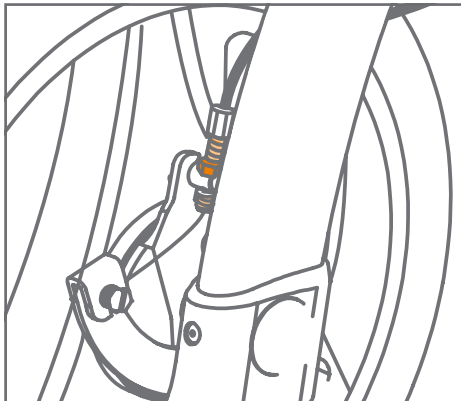

Abbildung 72: Einstellung der Bremse über den Sicherungsring (dunkelorange) und die Einstellschraube.
- b. Bleiben Sie beim Einstellen der Bremsen auf der Rückseite des Rollz Motion Electric. Lösen Sie den Sicherungsring am unteren Ende des Bremsseils (ziehen Sie das Seil nach oben, um es leichter zu machen). Drehen Sie die darüberliegende Einstellschraube, um das Bremsseil zu verkürzen oder zu verlängern (**Abbildung 72**). Drehen Sie im Uhrzeigersinn, um die Bremskraft zu erhöhen, und gegen den Uhrzeigersinn, um die Bremskraft zu verringern.